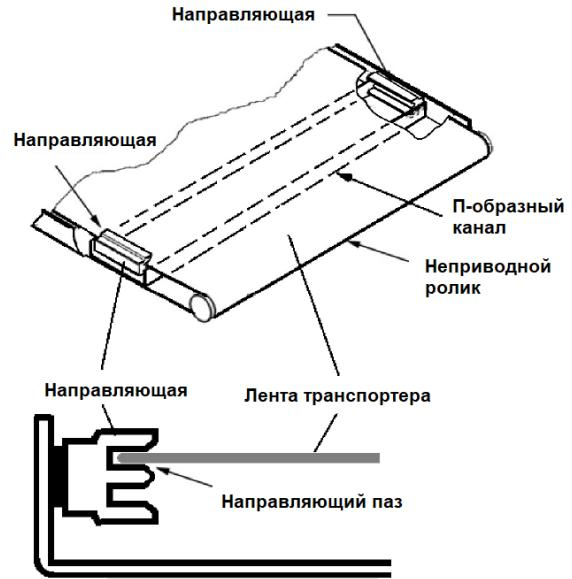

Рис. 10-1: Показана обратная сторона транспортера
6. С обратной стороны стола транспортера приварены П-образные каналы. Направляющая установлена внутри первого П-образного канала со стороны подачи (рис. 10-1). Задняя часть направляющей намагниченна и таким образом она крепится к боковой стенке стола транспортера. Не устанавливайте направляющую, если кромка ленты транспортера повреждена или порвана.